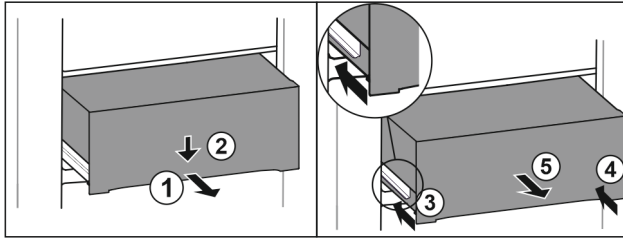

Fig. 133
- ▶ Vedä laatikko puoliväliin ulos. Fig. 133 (1)
- ▶ Paina vetolaatikkoa etupuolelta alaspäin. Fig. 133 (2)
- ▶ Työnnä vasenta kiskoa noin 2 cm sisään. Fig. 133 (3)
- ▶ Työnnä oikeaa kiskoa noin 2 cm sisään. Fig. 133 (4)
- ▶ Poista vetolaatikko vetämällä sitä eteenpäin. Fig. 133 (5)